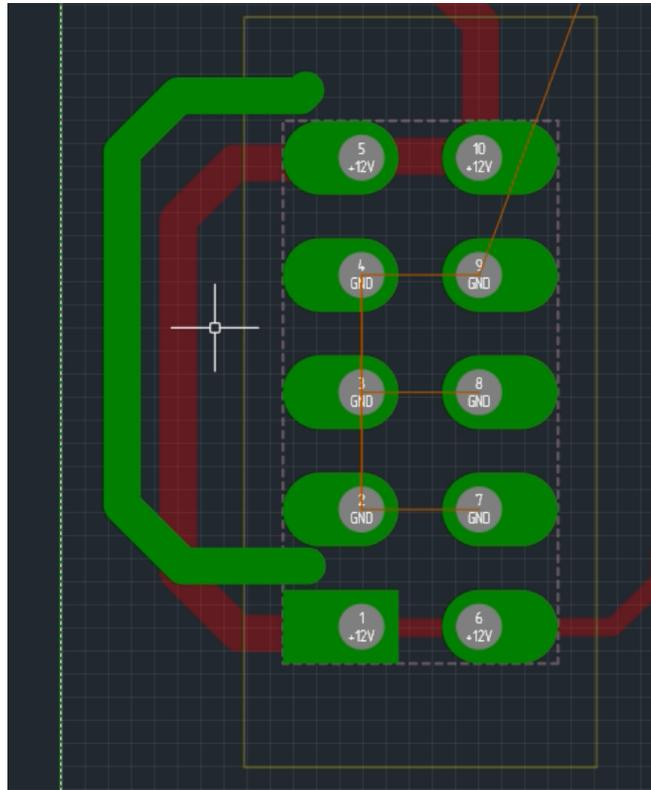

Рис. 419 Размещение скопированного трека
4. Разместите скопированный трек, см. Рис. 419.